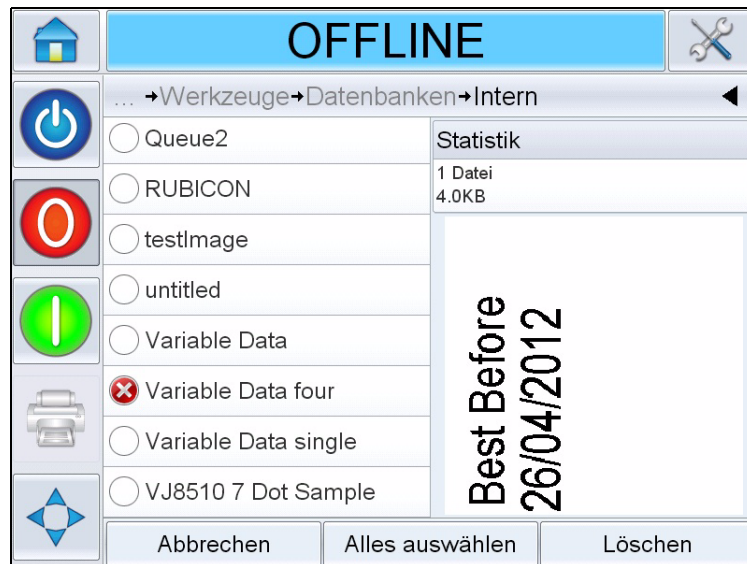

Abbildung 6-13: Fenster „Datenbank löschen“
- 3 Wählen Sie die erforderliche Datenbank aus (intern oder extern) und berühren Sie *Bearbeiten*, um auf den Löschbildschirm zuzugreifen (siehe Abbildung 6-13). Diese Seite enthält eine Liste mit allen verfügbaren Druckjobs sowie Angaben zur Anzahl und Größe der ausgewählten Jobs.